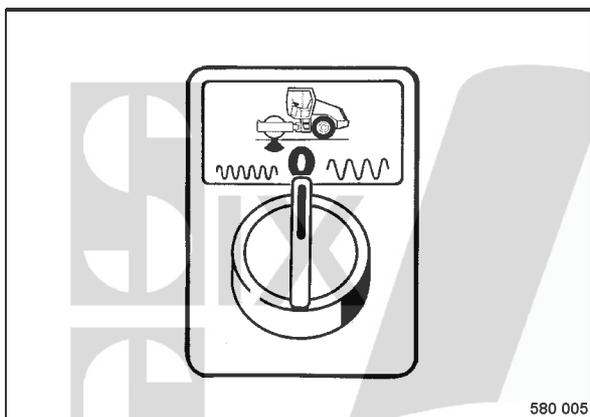

fig. 27
- Commuter l'interrupteur rotatif de sélection du mode de vibration (fig. 27) sur position "0", vibration arrêtée.